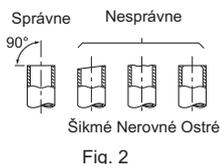

Fig. 2
- Ak je odtoková hadica dodaná s interiérovou jednotkou príliš krátka, predĺžte ju odtokovou hadicou (I), ktorú si zabezpečíte sami. (Fig. 2)
- Vytiahnite odtokovú hadicu na ľavej zadnej strane interiérovej jednotky. (Fig. 2)